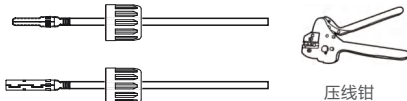

图3.28 将金属端子压接到线缆上
3. 使用专用压线钳将金属端子压接到线缆上（如图3.28所示）。